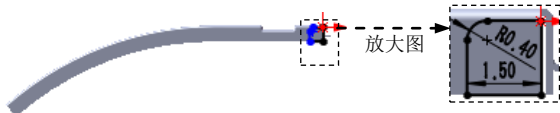

图 14.2.31 横断面草图
② 定义横断面草图。在草图环境中绘制图 14.2.31 所示的横断面草图。
(3) 定义切除深度属性。在“切除—拉伸”对话框 **方向1** 区域的  下拉列表中选择 **完全贯穿** 选项, 选中 ☒ **正交切除(N)** 复选框。其他选择默认设置值。
(4) 单击按钮, 完成切除—拉伸 2 的创建。